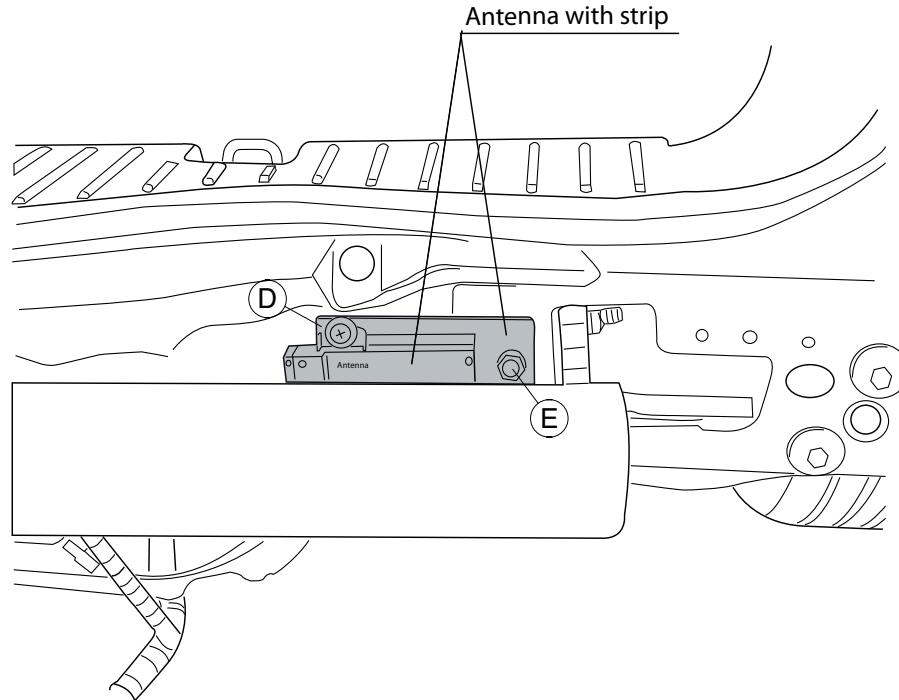

Fig.5
2. Снять бампер вместе со стальным буферным бруском автомобиля; буферный брус больше не понадобится. Поставить болты на место. См. рисунок 5.
3. Переместите антенну, если имеется. См. рисунок 5.
4. Поместите полоску D на заднюю стенку автомобиля и прикрепите ее к точке E. См. рисунок 5.